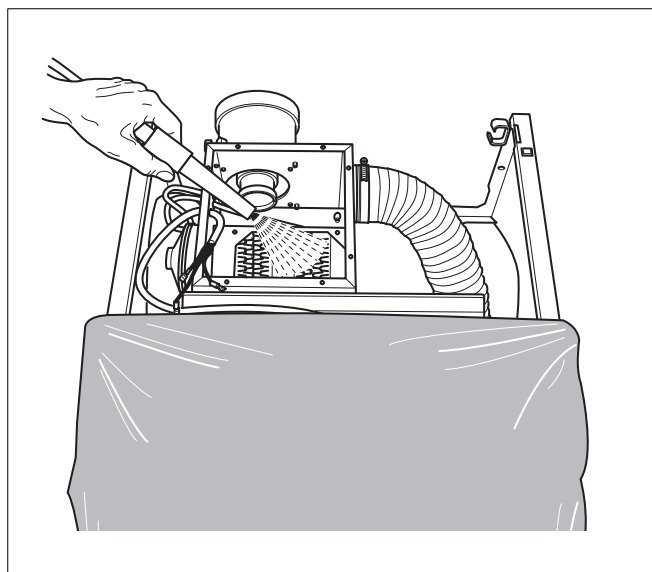

Fig. 37 Nettoyage par pulvérisation
- Pulvériser régulièrement les parcours de fumées par le haut, avec du produit de nettoyage (fig. 37).